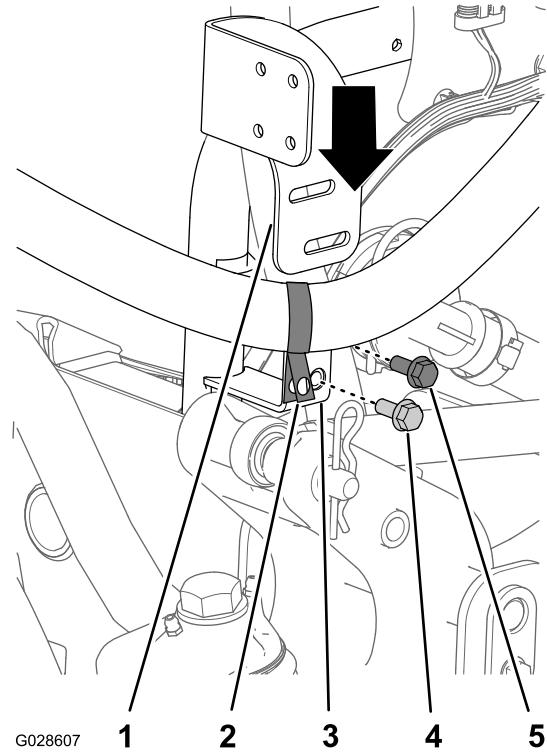

Bild 21
2. Fluchten Sie die Halterung des Ejektorventils zwischen der R-Klemme und dem Schlauch und der Halterung des Befestigungsrohrs aus (Bild 21).
3. Fluchten Sie die Löcher in der Halterung des Ejektorventils mit den Löchern in der Halterung des Befestigungsrohrs aus (Bild 21).
4. Montieren Sie die Halterung des Ejektorventils mit einer Bundkopfschraube (5/16" x 3/4") in den unteren Löchern in den Halterungen und fluchten Sie die Halterung mit den Löchern in der Halterung des Befestigungsrohrs aus (Bild 21).
5. Montieren Sie die R-Klemme und die Halterung des Ejektorventils mit der in 1 entfernten Schraube in den oberen Löchern in den Halterungen an der Halterung des Befestigungsrohrs (Bild 21).
1. Entfernen Sie die Schraube, mit der die R-Klemme, die den Schlauch stützt, am Drosselventil des Rührwerks befestigt ist, von der Halterung am Befestigungsrohr (Bild 21).